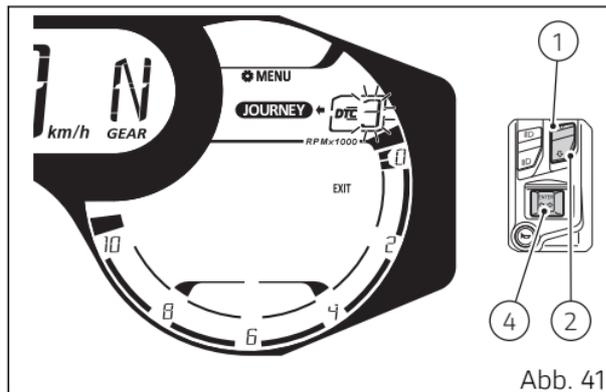

Abb. 41
Beim Öffnen der Funktion blinkt die Angabe der aktuell eingestellten Ansprechstufe der DTC (Abb. 41) auf. Mit den Tasten (1) und (2) können nun hintereinander die Werte „-“ (DTC OFF), „1“, „2“, „3“, „4“ und die Angabe „EXIT“ mit blinkender Umrandung gewählt werden.